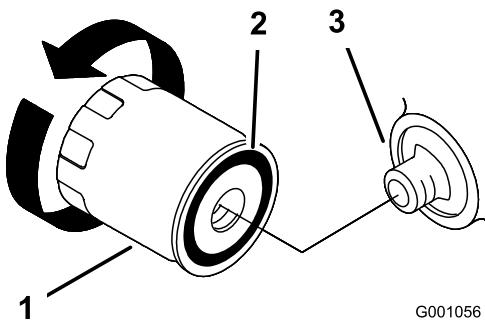

Figura 49
2. Retire el filtro usado y límpie con un paño la superficie de la junta del adaptador del filtro (Figura 49).
5. Aplique una capa fina de aceite nuevo a la junta de goma del filtro nuevo (Figura 49).
6. Instale el filtro de repuesto en el adaptador de filtro; gire el filtro en el sentido de las agujas del reloj hasta que la junta de goma entre en contacto con el adaptador del filtro, luego apriete el filtro de 2/3 a 1 vuelta más (Figura 49).